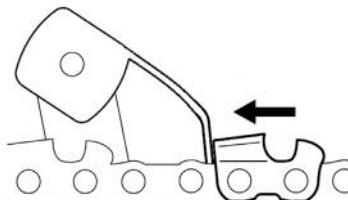

Рис. 20 Упор цепи
5. Левой рукой потяните цепь влево до тех пор, пока зуб, с которого нужно начать заточку, не упрется в упор цепи (Рис. 20). После чего, правой рукой зафиксируйте цепь в этом положении переводом рукоятки зажимного устройства вправо в положение «LOCK».
также не упрется в упор цепи (Рис. 20). Затем, правой рукой зафиксируйте цепь в этом положении переводом рукоятки зажимного устройства вправо в положение «LOCK».